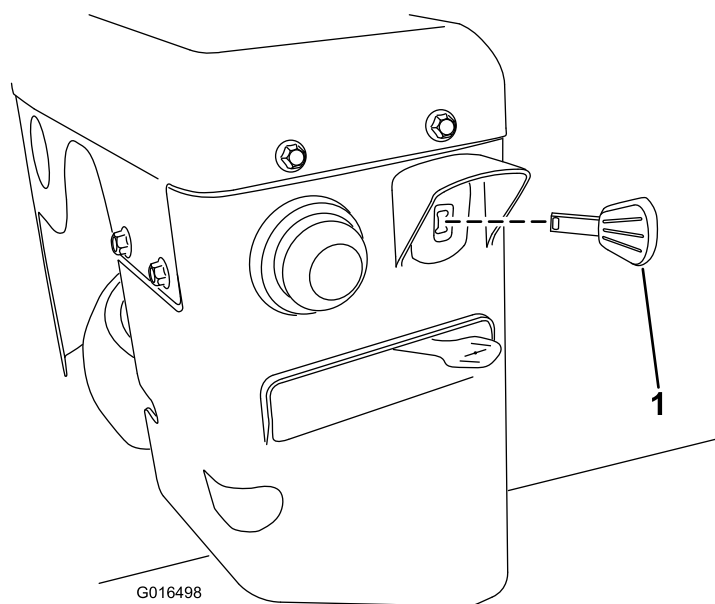

**Figure 16**
2. Ouvrez le robinet de carburant en le tournant de  $\frac{1}{4}$  de tour dans le sens antihoraire (Figure 16).